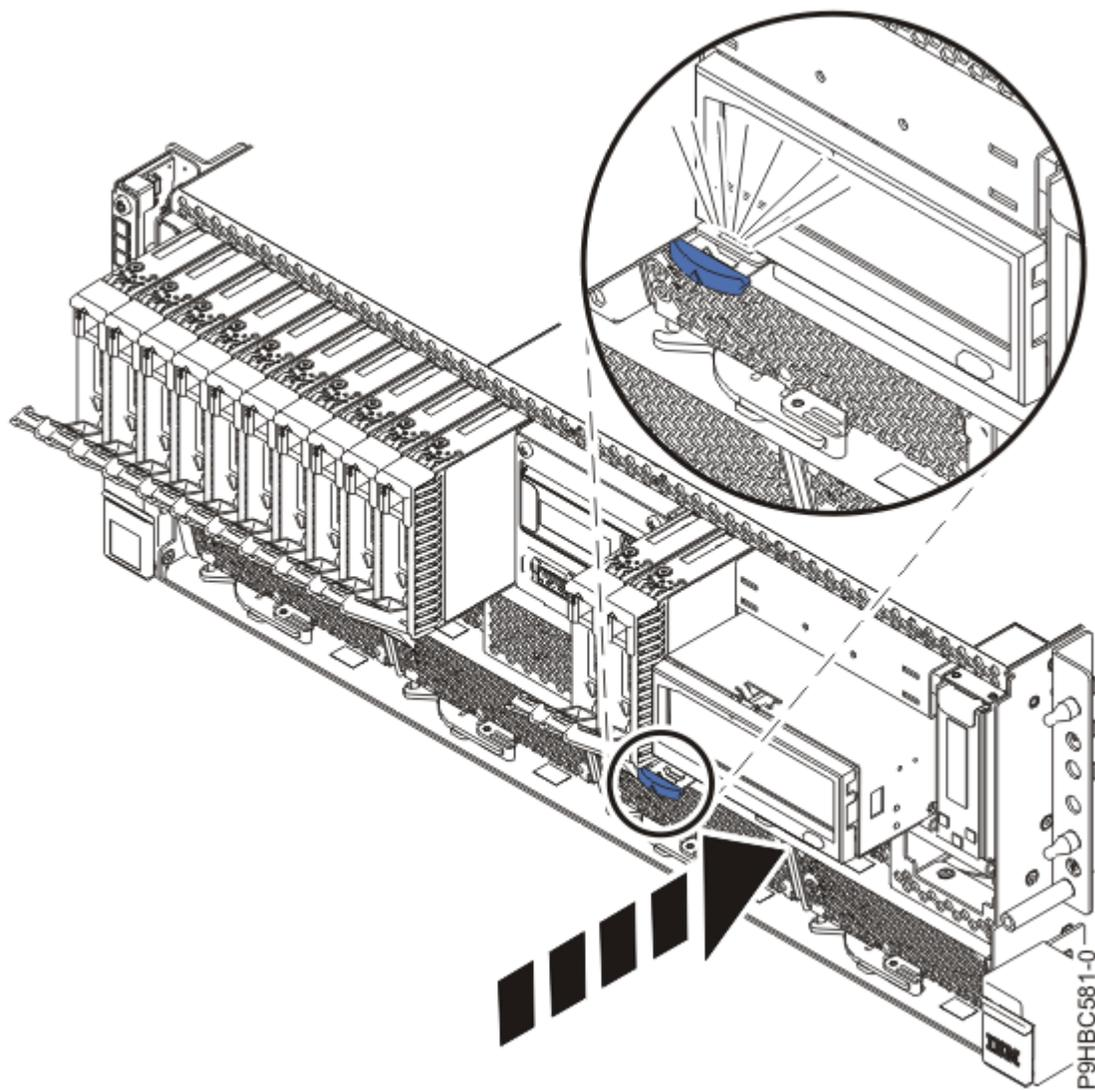

Abbildung 127. RDX-Andockstation wiedereinbauen
7. Wenn der Server eine RDX-Andockstation enthält, dann drücken Sie die RDX-Andockstation wieder in das System, bis sie einrastet (siehe Abbildung 127 auf Seite 134).